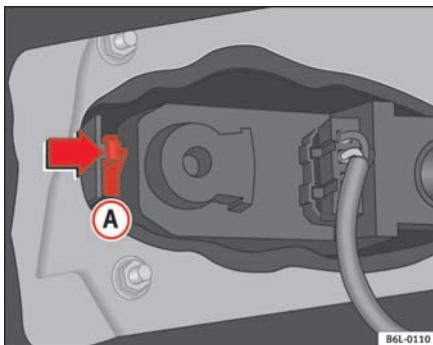

Fig. 155 Luces traseras en la carrocería
- Presione la lengüeta **A** ⇒ fig. 155 para liberar el portalámparas y retire este último.